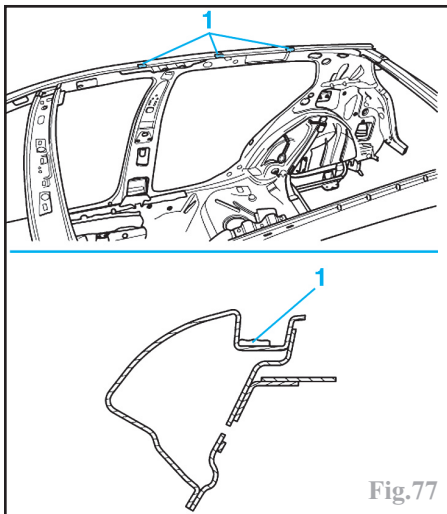

Fig.77
Poser en fonction des besoins, environ 6 à 10 bouts de feutre (1) à G et à D sur le cadre de pavillon (Fig.77)